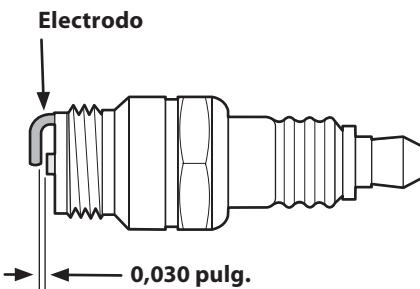

Figura 6-10
- Mida la separación de bujía con un calibrador. Corrija de ser necesario torciendo el electrodo lateral. Vea la Figura 6-10. La separación debe establecerse en 0,030 pulg.